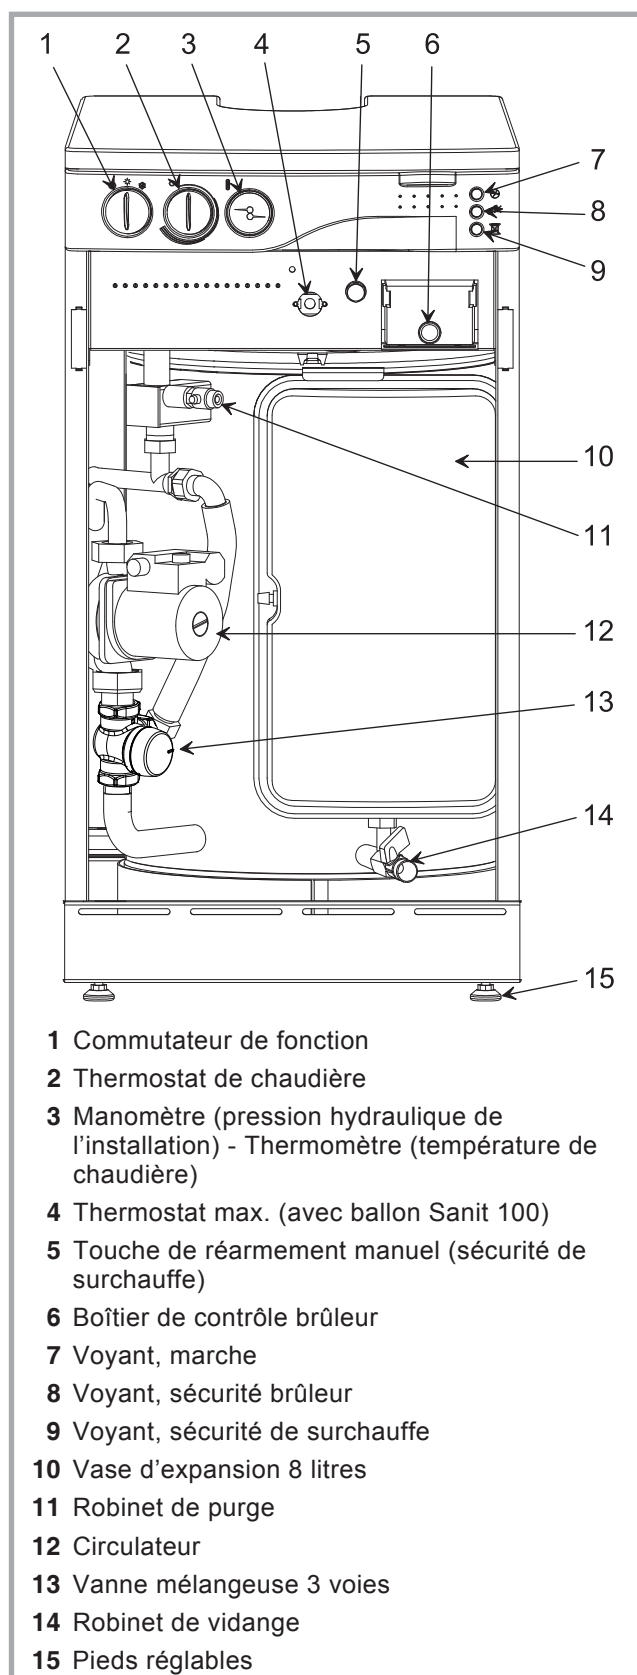

Figure 4
Le socle doit être bien ventilé : Agir sur les pieds (rep. 15, fig. 4, p. 5) de la chaudière pour obtenir un passage d'air d'environ 15 mm entre le socle et le sol.
- Positionner la chaudière et régler les pieds (rep. 15, fig. 4, p. 5).